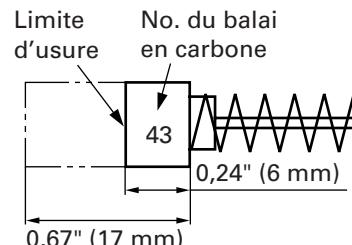

Fig. 23
4. Contrôle des balais en carbone (Fig. 23)
REMARQUE: Utiliser le balai en carbone HITACHI No. 43 indiqué sur la Fig. 23.